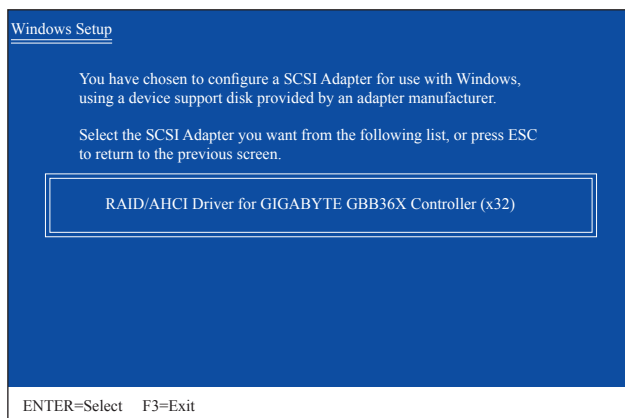
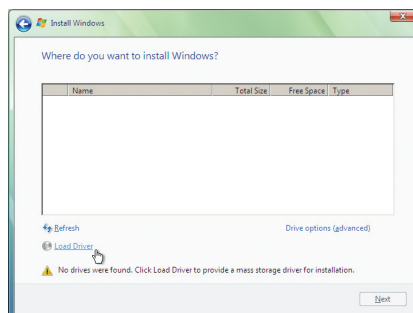

図 2
図 3
- 2: 光学ドライブフォルダから、**BootDrv** フォルダの ファイルをダブルクリックします(図 2)。図 3 のようなコマンドプロンプトウィンドウが開きます。
- 3: 空のフォーマット済みディスクを挿入します。メニューから対応する文字を押すことでコントローラドライバを選択し、<Enter>を押します。例えば、図2でメニューから、
次に、以下の図 2 のようなコントローラメニューが表示されます。**RAID/AHCI Driver for GIGABYTE GBB36X Controller (x32)** を選択し、<Enter> を押します。
システムを再起動して Windows Vista セットアップディスクから起動し、標準の OS インストールステップを実行します。以下のような画面が表示されたら (RAID/AHCI ハードドライブはこの段階では検出されません)、**Load Driver** を選択します (図 3)。